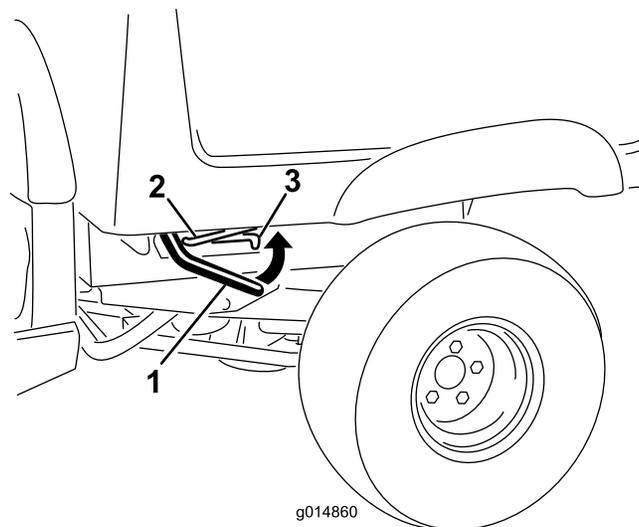

Figure 14
2. Levez le levier de chaque côté du plateau et relevez le plateau (Figure 14).
3. Placez la béquille de maintien dans la fente de verrouillage pour bloquer le plateau en position (Figure 14).